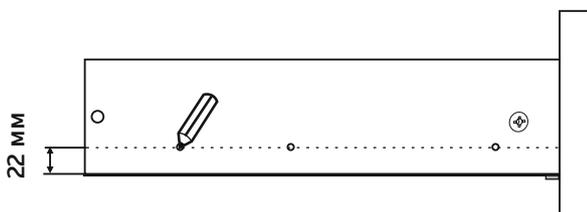

Рис.9
- 1. Провести** линию карандашом на боковых стенках ящиков (левых, п.10 (4 шт) и правых, п.10.1 (4 шт)), соединив существующие накладки. При этом, расстояние от нижней кромки боковых стенок ящиков до линии должно быть одинаковым (см. рис.9)